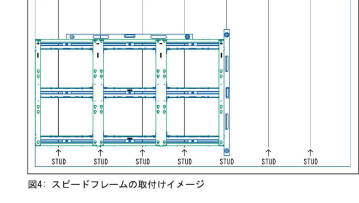

図4: スピードフレームの取り付けイメージ
- スピードフレームの外周の位置を壁に印します。この印を使って最初のスピードフレームを配置します。スピードフレームを壁の予定の位置に固定し、スピードフレームの上部と側面に120mmのデジタル水準器を使用しながら、スピードフレームの位置を決めます(図4参照)。